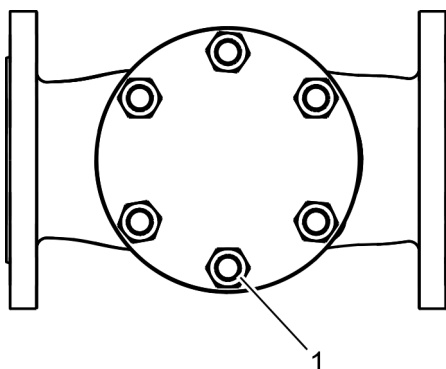

Fig. 11 : Serrage en croix des écrous (le nombre d'écrous/de goujons filetés peut varier)
10. ➤ Visser légèrement les écrous (Fig. 11 /1) sur les goujons filetés du carter.
Serrer les écrous (Fig. 11 /1) en croix avec le couple de serrage prescrit.